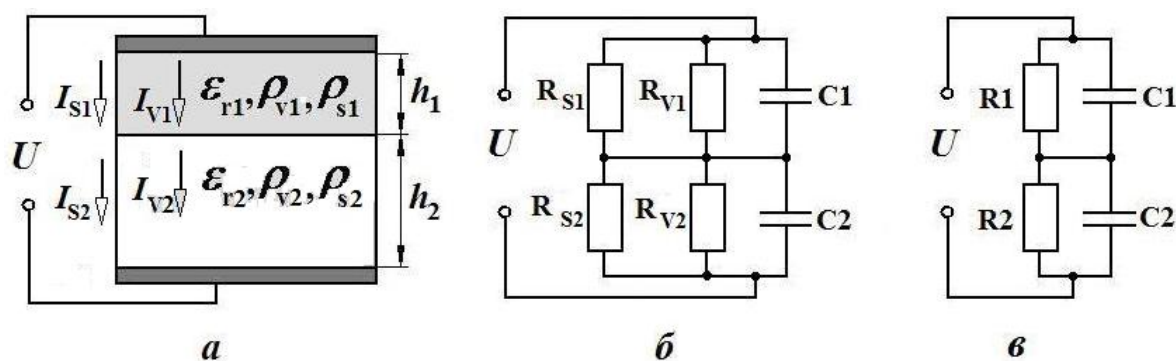

Рис. 1. Двухслойный диэлектрик
Изоляционная конструкция высокого напряжения состоит из двух слоев различных изоляционных материалов (рис. 1, а). Материал первого слоя имеет относительную диэлектрическую проницаемость  $\epsilon_{r1}$ , удельное объемное сопротивление  $\rho_{v1}$ , удельное поверхностное сопротивление  $\rho_{s1}$ , тангенс угла диэлектрических потерь  $tg\delta_1$  и толщину  $h_1$ . Материал второго слоя имеет соответственно параметры  $\epsilon_{r2}$ ,  $\rho_{v2}$ ,  $\rho_{s2}$ ,  $tg\delta_2$ ,  $h_2$ . Изоляционная конструкция находится между двумя электродами прямоугольной формы длиной  $a$  и шириной  $b$ . К электродам прикладывается постоянное напряжение  $U$ . Исходные данные приведены в табл. 2 и табл. 3.
1. Определить параметры  $R_1, R_2, C_1, C_2$  схемы замещения, показанной на рис. 1, в.
У твердых изоляционных материалов ток утечки проходит внутри объема диэлектрика и по его поверхности (рис.1, а). В связи с этим различают объемные  $I_V$  и поверхностные  $I_S$  токи утечки (рис.1,а), причем  $I = I_V + I_S$ . Соответственно различают объемную и поверхностную проводимость и объемное и поверхностное сопротивление. Объемное сопротивление  $R_V$  для диэлектрика, показанного на рис.1,а рассчитывают по формуле: